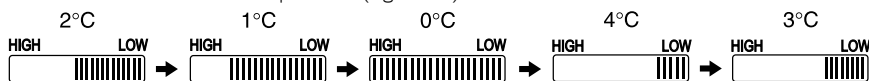

Figura 54
- Cambio secuencial de temperatura (Figura 54)